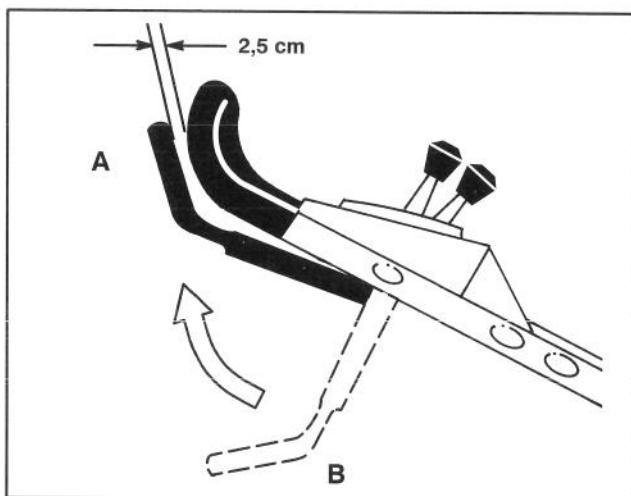

Figure 12
8. Relevez la barre de commande jusqu'à la position normale "lame engagée" (c.-à-d. environ 2,5 cm - 1 po. au-dessous du mancheron) (Fig. 12, position A). Le bruit de "ventilateur" indique que la lame est en rotation.
9. Relâchez la barre de commande (Fig. 12, position B). Un bruit de "claquement" devrait se produire et la lame devrait cesser de tourner dans les 3 secondes.